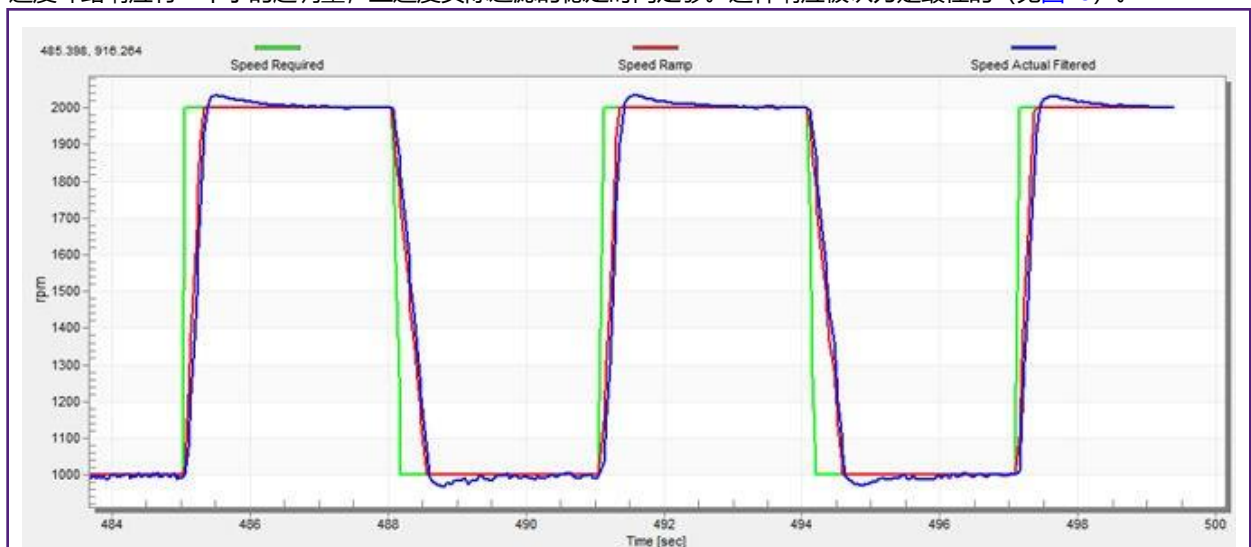

图25. 速度控制器响应——具有小超调的速度环响应
- 速度环路响应有一个小的超调量，且速度实际过滤的稳定时间足够。这种响应被认为是最佳的（见图25）。